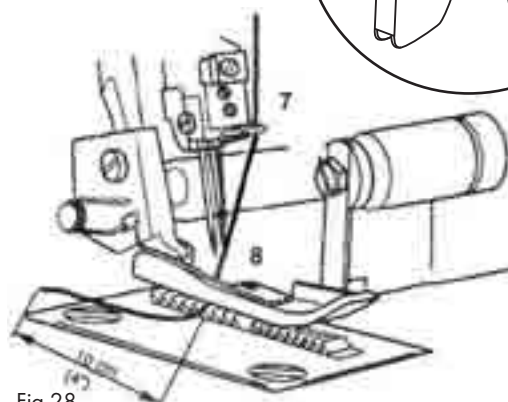

Fig.28
5. Enfie a linha na agulha direita (8) (fig. 28).